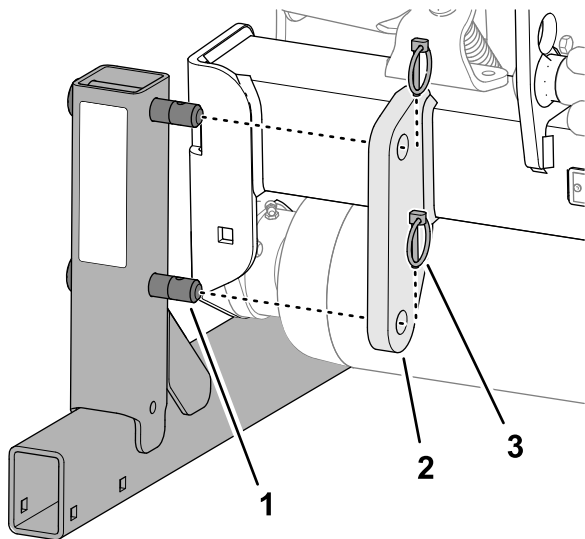

Рисунок 20
2. Выньте 2 шплинта с кольцом, которые крепят подставку для хранения к кронштейну подставки на раме сцепки машины (Рисунок 20).
5. Вставьте шплинты с кольцом (из комплекта запчастей) в штифты подставок для хранения (Рисунок 20).